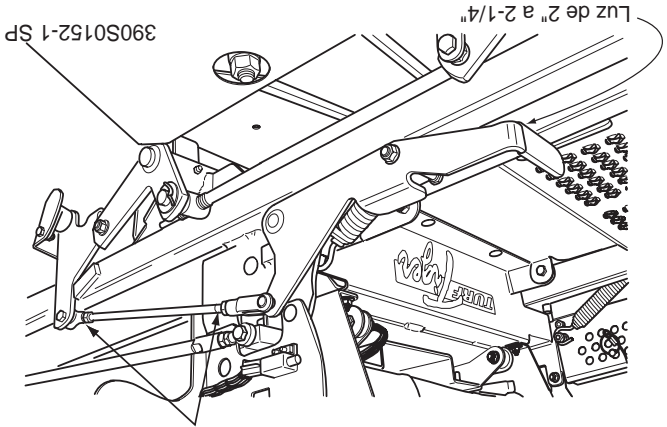

Figura 6-1 Ajuste del freno
2. Con la palanca de freno en la posición desconectada, revise la distancia entre la parte superior del tubo del bastidor y la parte inferior del mango del freno. La distancia debe ser de 2" a 2-1/4" (Vea la Figura 6-1).
3. Si la distancia no es de la medida especificada, ajuste atornillando las contratuercas en ambos extremos de la varilla de control del freno y girando la varilla hasta que se alcance la distancia adecuada. (Vea la Figura 6-1). Apriete las contratuercas.